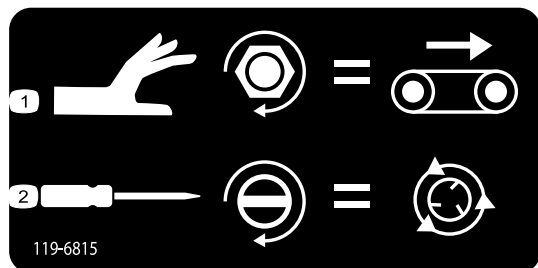

図 44
- フロアベルトの速度を調整するには図 44、ノブを右に回します。この調整は油圧を作動させずに行えます。色別設定システムにあるように、最大フロア速度にセットします。ホッパーに砂を満載しているような場合は最も重要な設定です。
- スピナーの回転速度図 44はマイナスドライバーを使って調整します。右に回すと速度は上がり、左に回すと下がります。